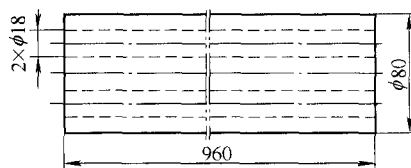

图 3
(1) 投制试验件:如图3所示,试验件的材料及热处理方法与活塞杆相同,即材料35钢、调质硬